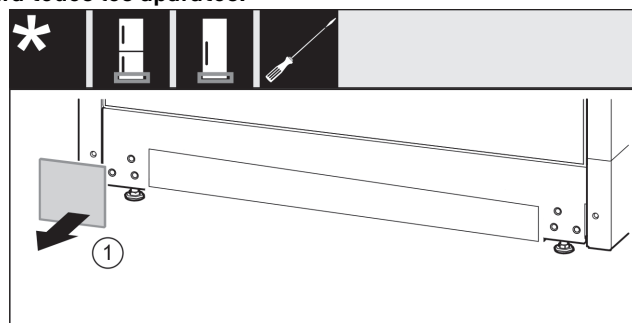

Fig. 14
- Retire la cubierta Fig. 14 (1).